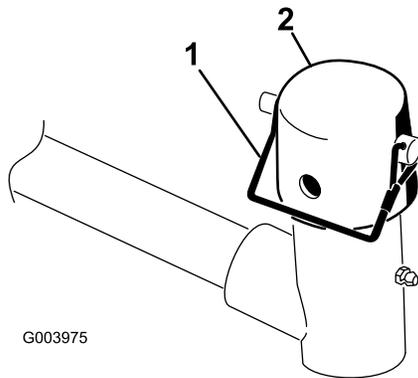

图6
6. 从提升臂轴轭上拆下锁扣销和中心盖（图6）。
10. 使用保险销将中心盖和承载架轴固定到提升臂轭（图6）。